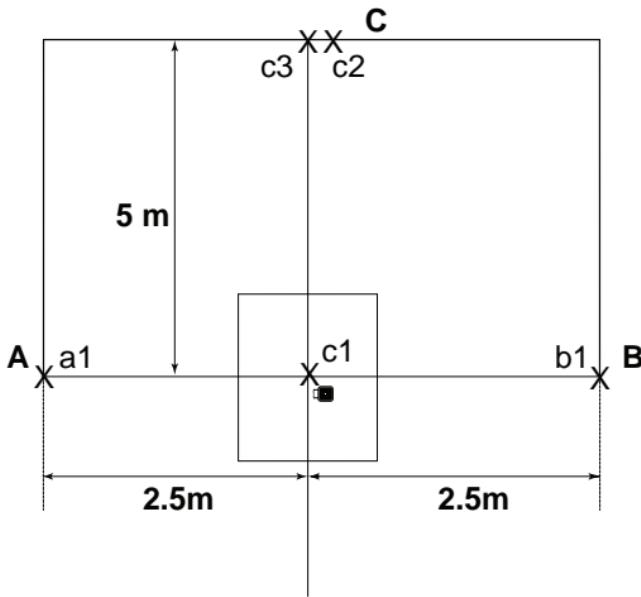

Figura 8
- 6) Marque como c3 o centro do raio vertical lateral na parede C, na mesma altura do ponto c2 (ver figura 8).